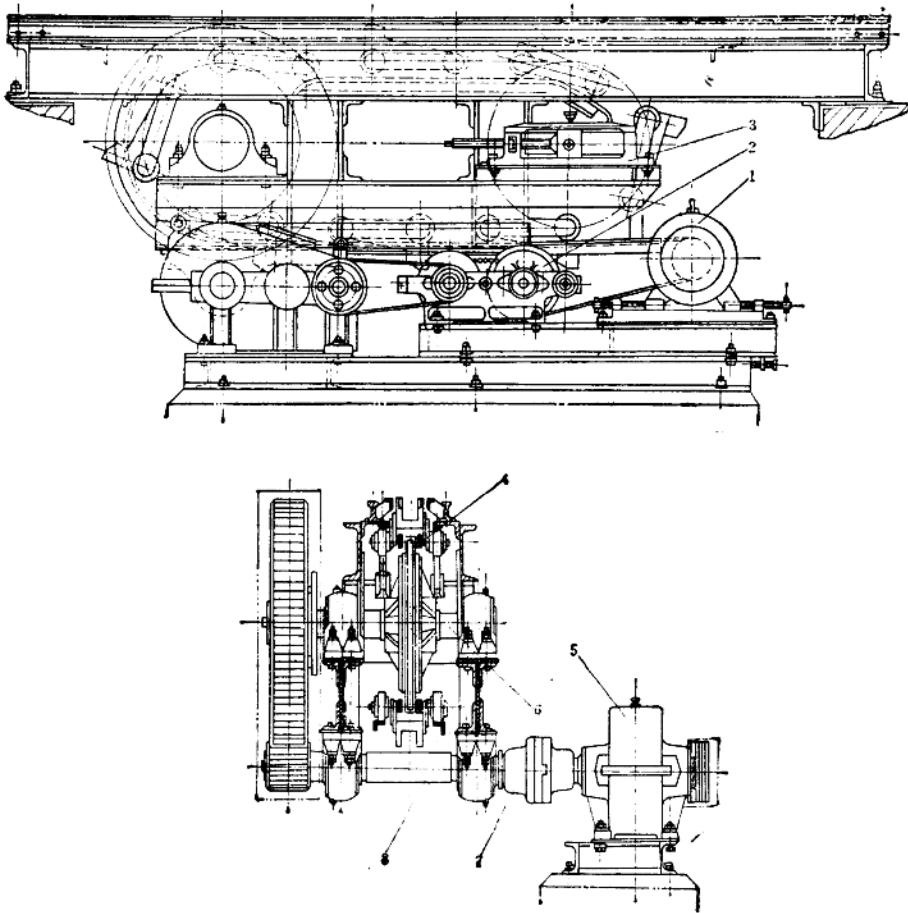
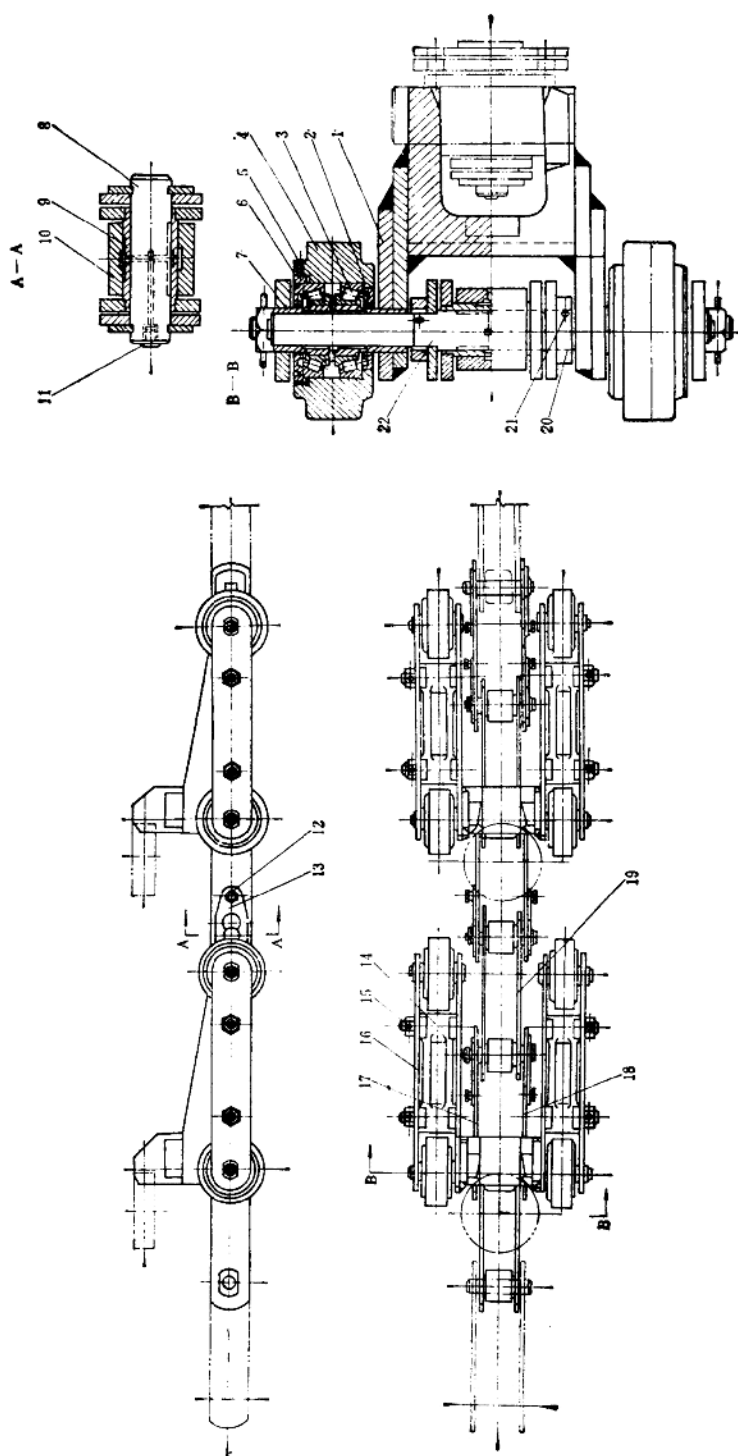

图8-1-2 驱动装置
图8-1-3 拖动链条
(1) 驱动装置（图8-1-2）的检查
- ① 在运转中听各部轴承有无杂音；
- ② 无级变速器的传动带摩擦板及板端摩擦块有无脱落、调节螺栓转动是否灵活，摩擦盘面及盘孔磨损是否严重；
- ③ 各部轴承密封是否良好，有无油脂渗漏；
- ④ 轴承盖有无松动或严重磨损；
- ⑤ 带轮V形槽是否磨损严重，V形带是否被拉长或损坏；
- ⑥ 传动齿轮或链轮齿部磨损是否严重；
- ⑦ 调整联轴器圆盘磨损情况。
(2) 拖动链条（图8-1-3）的检查
- ① 拖动走轮转动是否灵活，走轮、滚子及长、短套有无严重磨损；